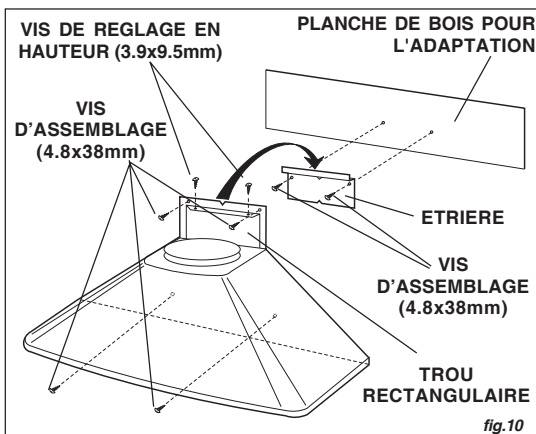

fig.10
3. Alignez l'ouverture rectangulaire située à l'arrière de la hotte avec le support de fixation murale. Abaissez lentement la hotte jusqu'à ce qu'elle s'emboîte avec le support. Fig.10
Niveau et fixez-la au moyen de deux (2) vis (4.8x38mm) de montage. Si vous ne disposez pas de poteaux de cloison ni d'armature, utilisez les ancrs murales fournies. Fig.10